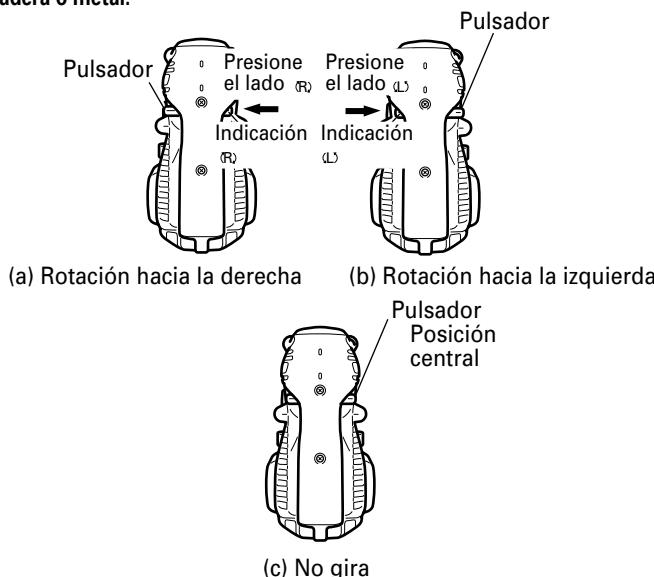

Fig. 11 Diagrama visto desde el lado del asa
- 6. Confirmar la dirección de rotación de la broca (Fig. 11)
La broca rota hacia la derecha (visto desde atrás) al oprimir el lado R del botón. (Fig. 11-a). Si oprime el lado L del botón, la broca gira hacia la izquierda. (Fig. 11-b)
El motor no girará si pone el pulsador en la posición central. (Fig. 11-c)